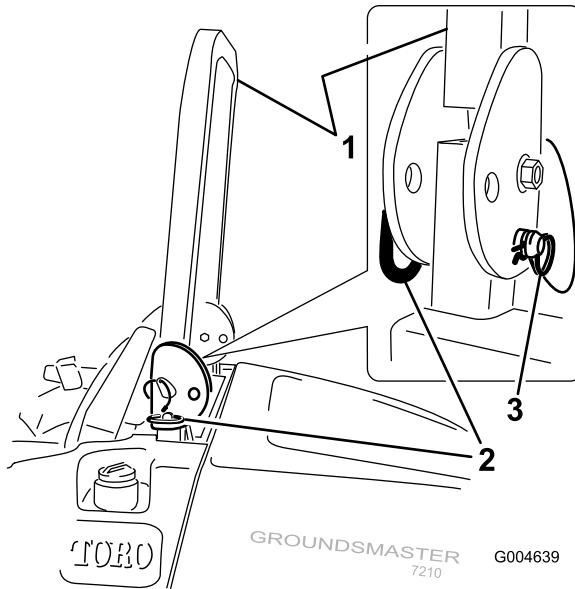

Figura 10
- Para bajar la barra anti-vuelco, retire las chavetas, empuje la barra hacia adelante contra los muelles, y retire los 2 pasadores (Figura 10).
- Instale los dos pasadores y sujetelos con las dos chavetas (Figura 10).
- Para elevar la barra anti-vuelco, retire las chavetas y retire los dos pasadores (Figura 10).
- Eleve la barra anti-vuelco a la posición vertical, instale los dos pasadores y fíjelos con los pasadores de horquilla (Figura 10).